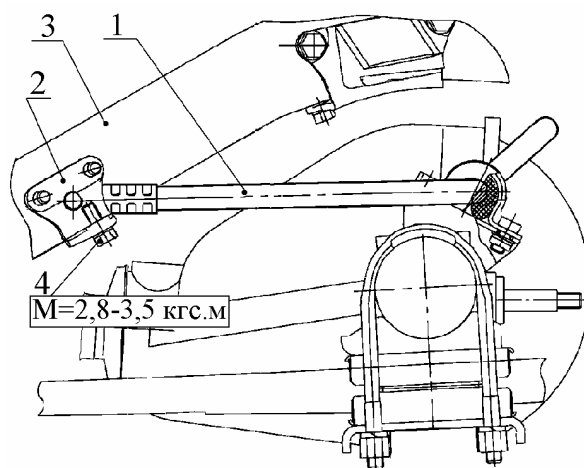

Рис. 43. Подсоединение кронштейнов штанги стабилизатора:
5.11. **Подсоединить заднюю подвеску** в обратной последовательности, затянув шесть болтов 2 (рис. 43) крепления кронштейнов штанги стабилизатора 1 к лонжеронам кузова 3 с моментом от 28 до 35 Н.м (2,8-3,5-кгс.м)